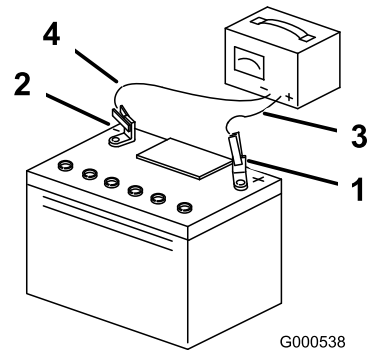

Figura 52
- Quando a bateria estiver totalmente carregada, desligue o carregador da tomada elétrica e em seguida desligue os cabos do carregador dos bornes da bateria (Figura 52).